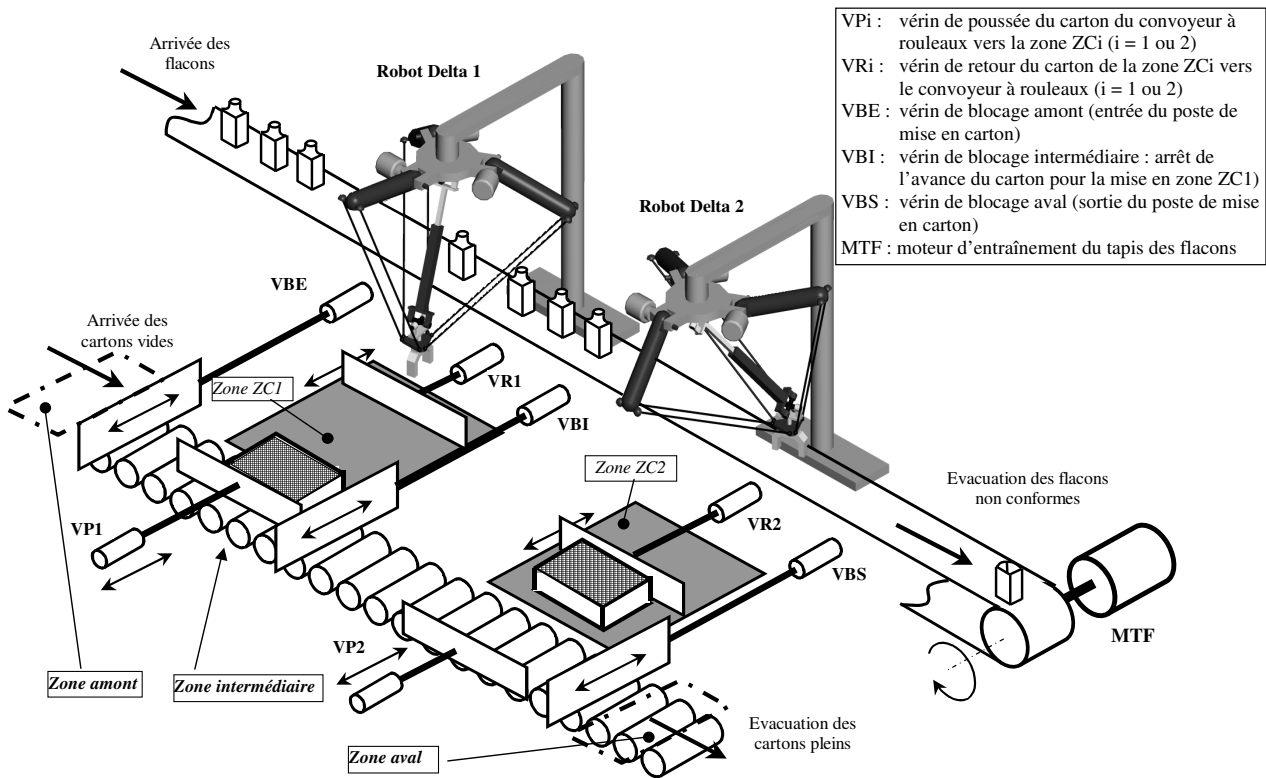

FIGURE 3 : Description du poste de mise en carton
**Mise en situation** Une usine de fabrication de flacons en verre possède un poste de mise en cartons qui est l'objet de la présente étude (voir FIGURE 1 et FIGURE 3)
Les cartons vides sont acheminés sur la zone de chargement (zone ZC1 ou ZC2 voir FIGURE 3) par l'intermédiaire d'un convoyeur à rouleaux et de vérins pousseurs. Les cartons remplis sont évacués vers l'extérieur par ce même convoyeur. Les autres opérations réalisées dans l'unité de conditionnement sont la fermeture, le marquage et la palettisation des cartons : elles ne seront pas étudiées ici.